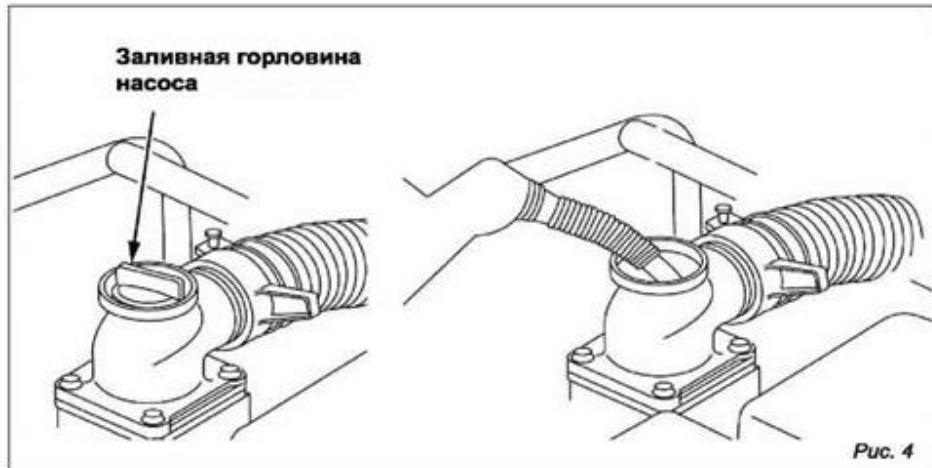

Рис. 4
1. Отверните пробку заливной горловины насоса (рис. 4).